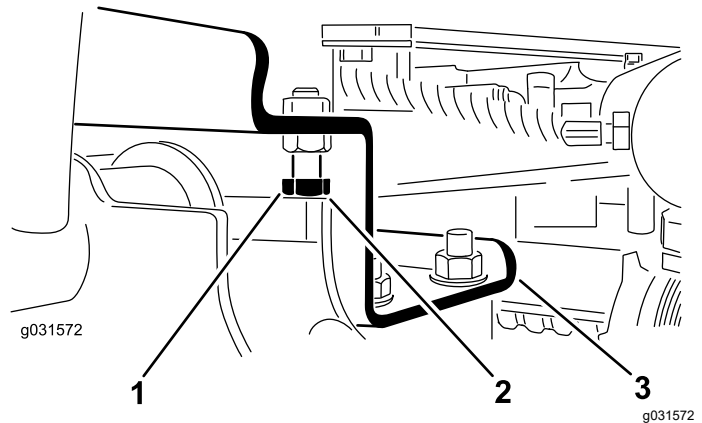

Bild 13
- A. Drehen Sie die Anschlagsschrauben heraus (Bild 13).
2. Stellen Sie sicher, dass der Abstand zwischen jedem Hubarm und der Anschlagsschraube zwischen 0,13 mm und 1,02 mm liegt, siehe (Bild 13).